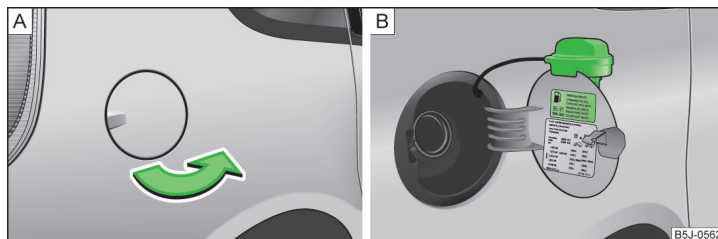

Fig. 126 Deschiderea clapetei rezervorului de combustibil / bușonul rezervorului de combustibil
Pe interiorul clapetei rezervorului sunt menționate tipurile adecvate de carburant pentru autovehiculul dvs » fig. 126 la pagina 140 - B.
- Deschideți cu mâna clapeta rezervorului de combustibil » fig. 126 - A.
- Desfaceți bușonul rezervorului spre stânga și fixați-l de sus pe clapeta rezervorului » fig. 126 - B.